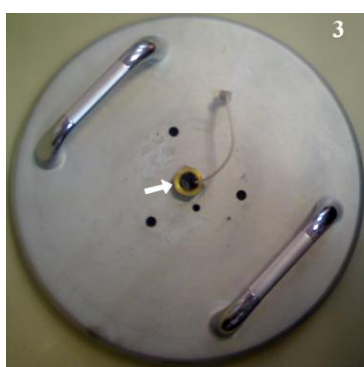

Рисунок 4.5
3) Отвернуть накладную гайку и извлечь акселерометр (рис.4.5, гайка обозначена стрелкой).